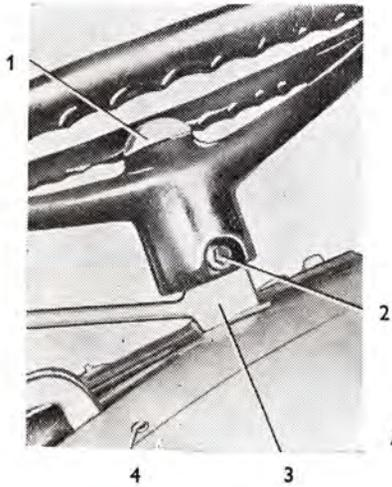

Abb. 88
6. Die Lenkradabdeckung (Abb. 88/1) ist abzunehmen, der Splint zu entfernen, die Kronenmutter aus der Welle auszuschauben und das Lenkrad mit Hilfe des Lenkradabziehers abzuziehen.
7. Die Ölablaßschraube (Abb. 88/2) ist aus der Öffnung, durch die Öl ins Lenkgehäuse eingegossen wird, auszuschauben (die Ölmenge im Lenkgehäuse beträgt 1,6 Liter.)
schraube an der Schelle des Kraftstoffreglerhebels (Abb. 88/3) ist zu lockern. Durch Abziehen des Kugelhahns wird die Zugstange der Kraftstoffregelung gelöst.
12. Sechs Schrauben M 5 (Abb. 88/4), die das Paneel zum Behälter festhalten, sind auszuschauben und das Paneel samt Hebel ist von der Lenksäule abzuziehen.